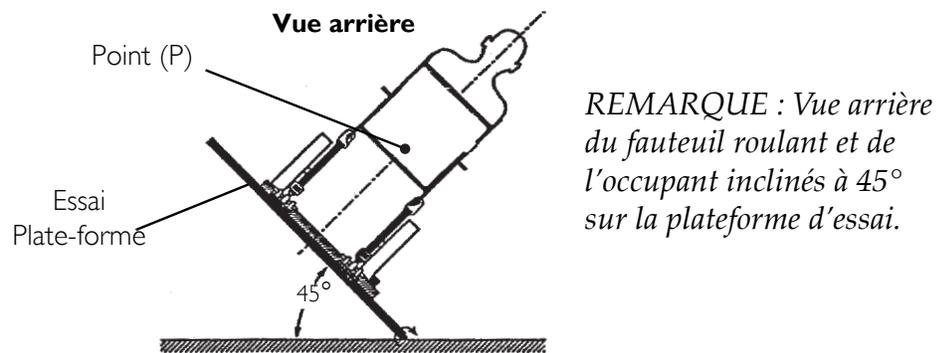

FIGURE 15.3 Ceintures ancrées au véhicule
REMARQUE : Pour cette procédure, veuillez consulter la FIGURE 15.3.
L'essai de déplacement de la stabilité latérale au point (P) est illustré à la FIGURE 15.3. Le résultat moyen au point (P) est : 0,77 po (19,6 mm).